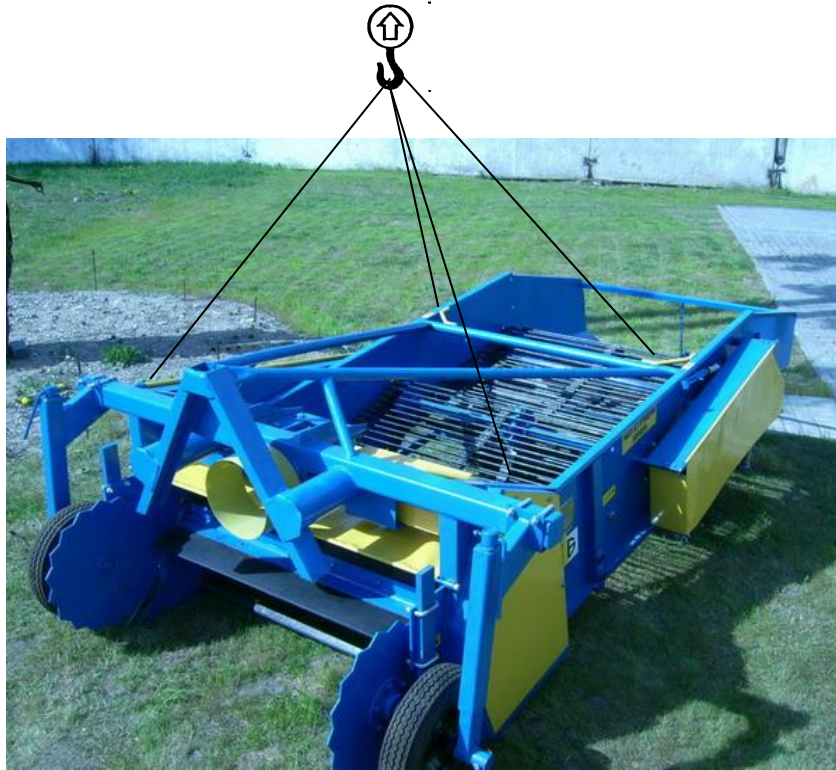

Рис. 6 Схема строповки копателя-валкоукладчика лука-севка КЛ-1,4А
13.2 Строповка копателя при погрузке (разгрузке) производится согласно схеме (рисунок 6).